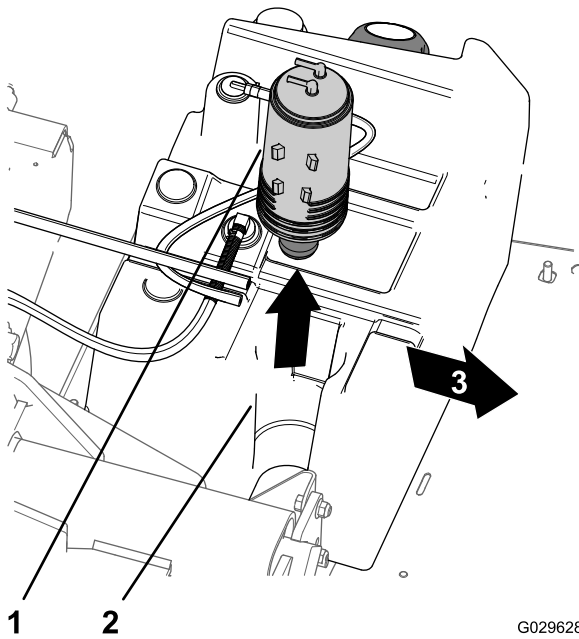

Bild 44
- Heben Sie den Aktivkohlefilter aus der Aktivkohlefilter-Befestigung im Kraftstofftank (**Bild 44**).
7. Setzen Sie den neuen Aktivkohlefilter in die Aktivkohlefilter-Befestigung des Kraftstofftanks; die Anschlussstücke „Purge“ und „Fuel Tank“ müssen nach hinten ausgerichtet sein (Bild 44).